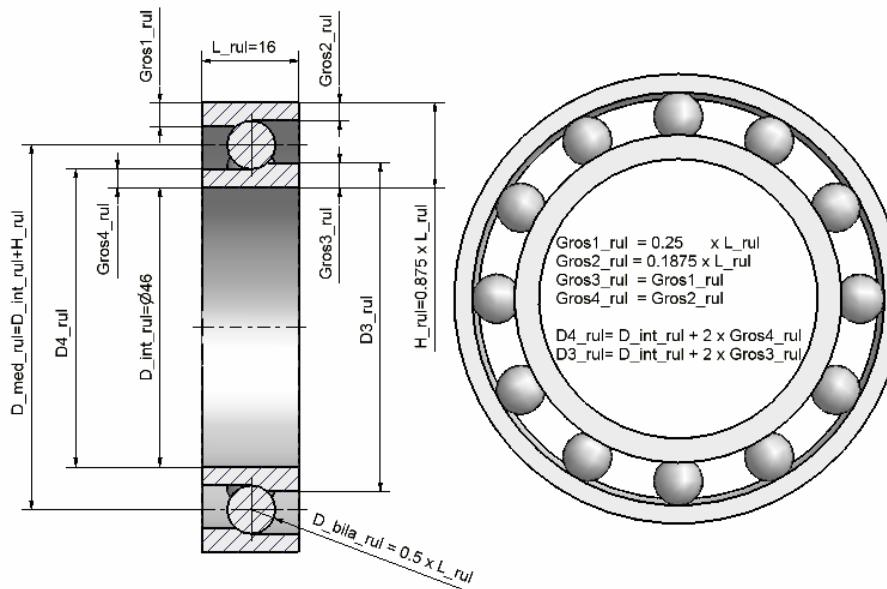
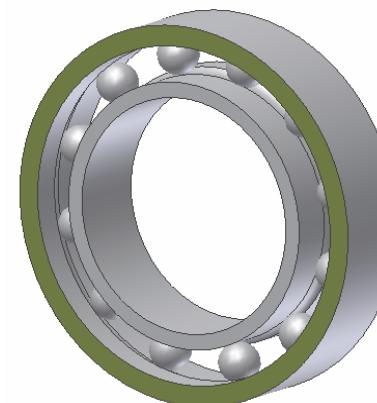

Figura 3.11.2.
Figura 3.11.6.
- Rulmenți (2 buc), figura 3.11.2;
Dimensiunile rulmentului sunt precizate în figura 3.11.2. Mărimile primare sunt lățimea rulmentului L_{rul} și diametrul interior al rulmentului D_{int_rul} , restul mărimilor rezultă din relații dimensionale, exprimate în raport cu mărimile primare.
Din lista de materiale plasată pe **Standard Bar** se va selecta un alt material pentru fața stânga frontală a rulmentului (considerată în raport cu figura 3.11.2) pentru a marca vizual această față, figura 3.11.6. Acțiunea va ușura poziționarea a două instanțe de rulmenți în ansamblu.
- diametrul exterior al inelului **d_ext_inel** va fi egal cu diametrul rulmentului **D3_rul**, figura 3.11.2, condiție impusă ca și constrângere în fișierul de ansamblu;
- diametrul interior al inelului **d_int_inel** va fi egal cu diametrul interior al rulmentului **D_int_rul**, figura 3.11.2, condiție impusă ca și constrângere în fișierul de ansamblu.
- aliniere Type - Mate, Solution – Mate, Offset = 0 suprafață interioară inel rulment:1 (diametru d int inel) cu suprafață interioară inel interior Rulment 2 (D_int_rul, figura 3.11.2); intrarea Browser Bar se va redenumi Mate dintinel-DintRul.
- aliniere Type - Mate, Solution – Mate, Offset = 0 suprafață maximală exterioară arbore (diametru D2 arb) cu suprafață exterioară inel interior Rulment 2 (D4_rul, figura 3.11.2); intrarea Browser Bar se va redenumi Mate D2 arb-D4Rul;
- aliniere Type - Mate, Solution – Mate, Offset = 0 suprafață minimală exterioară arbore (diametru D1 arb) cu suprafață interioară Rulment 2 (D_int_rul, figura 3.11.2); intrarea Browser Bar se va redenumi Mate D1 arb-D_int_Rul.